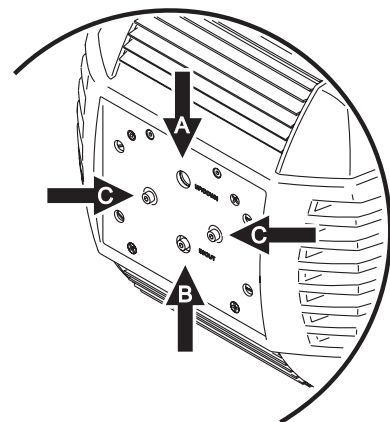

Figura 5: Tornillos de ajuste de lámpara
- Ver Figura 5. Centrar el haz verticalmente mediante el tornillo Allen superior (A) situado en el centro de la placa. Centrar el haz de forma horizontal mediante los tornillos laterales de ajuste (C).
- Si existe una concentración en el centro, girarlos en sentido contrario a las agujas del reloj hasta que la luz esté perfectamente distribuida en todo el haz. Si la luz es más brillante en la parte exterior del haz que en el centro, o si la potencia luminosa es baja, girar el tornillo de ajuste inferior (B) en sentido de las agujas del reloj hasta que la luz sea brillante y perfectamente distribuida.